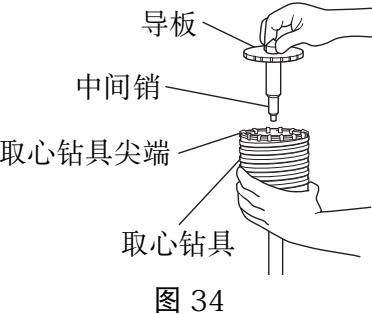

图 34
- (3) 把中间销插入於导板上直到受挡阻为止。
- (4) 把导板和取心钻具拼装起来，往右向或左向转动导板，直到朝下也不掉落（图 34）。